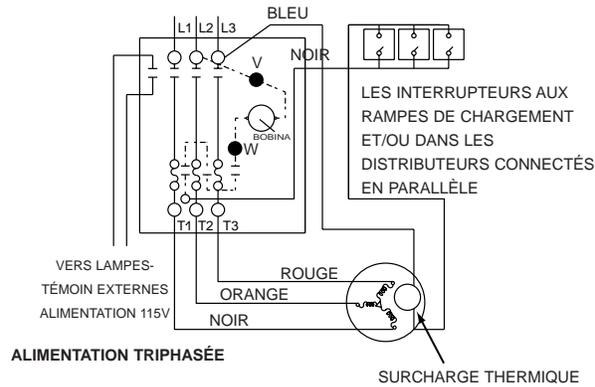

FIGURE 7
f. Les installations utilisant seulement des rampes de chargement peuvent être connectées pour une commande à deux ou à trois fils. (Voir Fig. 7 ou 9). Pour une commande à trois fils, connecter un fil noir à partir de la borne 3 dans le démarreur magnétique jusqu'à l'interrupteur « marche-arrêt ». Connecter un fil rouge à partir de la borne 2 dans le démarreur magnétique jusqu'à l'interrupteur « marche-arrêt ».
Connecter les conducteurs du moteur de la pompe aux bornes T1, T2 et T3 du démarreur magnétique en faisant correspondre les couleurs de fils et de bornes comme illustré aux Fig. 7, 8 ou 9. Avec largement assez de produit dans le réservoir et le système purgé d'air, démarrer le moteur et faire une lecture de pression du système sur la jauge de pression avec les soupapes de refoulement fermées ; ou, ouvrir une soupape et calculer le débit de pompage.